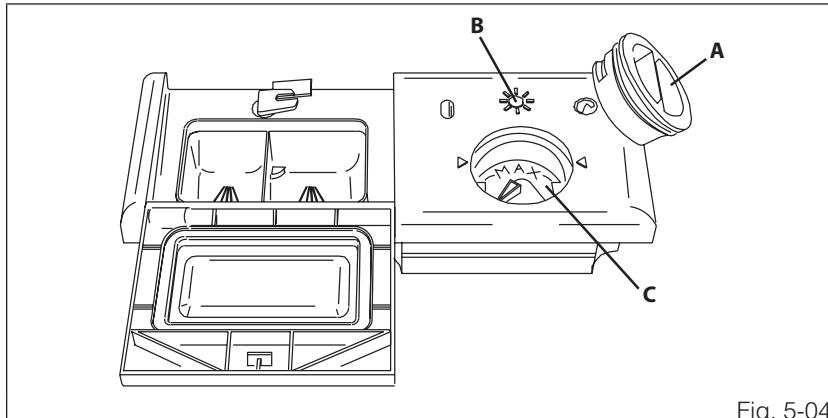

Fig. 5-04
- dévisser le bouchon (réf. A fig. 5-04) du réservoir de $\frac{1}{4}$ de tour dans le sens inverse des aiguilles d'une montre et l'enlever;
- verser le liquide de rinçage jusqu'à remplir le réservoir (140 ml environ); l'indicateur optique (réf. B fig. 5-04) situé à côté du bouchon doit s'obscurcir complètement ; rajouter du liquide de rinçage quand l'indicateur optique devient clair ou que le symbole qui signale l'absence de liquide de rinçage s'allume sur l'afficheur (voir man. "Description des commandes").
- Remettre le bouchon (réf. A fig. 5-04) et le visser dans le sens des aiguilles d'une montre jusqu'à le fermer complètement.
Le dosage du liquide de rinçage peut être réglé sur 6 niveaux. À l'usine, le lave-vaisselle est réglé sur le niveau moyen (indicateur du sélecteur positionné sur "3"). Pour régler le dosage, tourner le sélecteur (réf. C fig. 5-04) situé à l'intérieur du doseur sur la position souhaitée. La dose sera proportionnelle à la position du sélecteur : la dose minimum de liquide de rinçage (indicateur du sélecteur positionné sur "1") est d'environ 1 ml, tandis que la dose maximum (indicateur du sélecteur positionné sur "6") est d'environ 6 ml.
- Pour accéder au réglage du doseur, il faut tourner le bouchon du réservoir (réf. A fig. 5-04) du réservoir de $\frac{1}{4}$ de tour dans le sens inverse des aiguilles d'une montre et l'enlever.